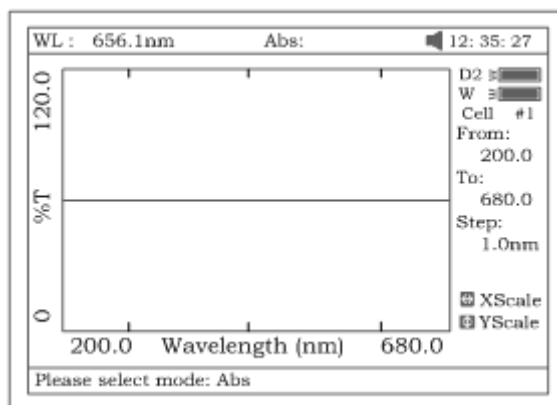

Рис. 43
- Нажмите **[F2]** и выберите режим сканирования– оптическая плотность “**Abs**” или % пропускания -“**T%**” курсорной клавишей **[Л]** или **[V]** (рис.43).